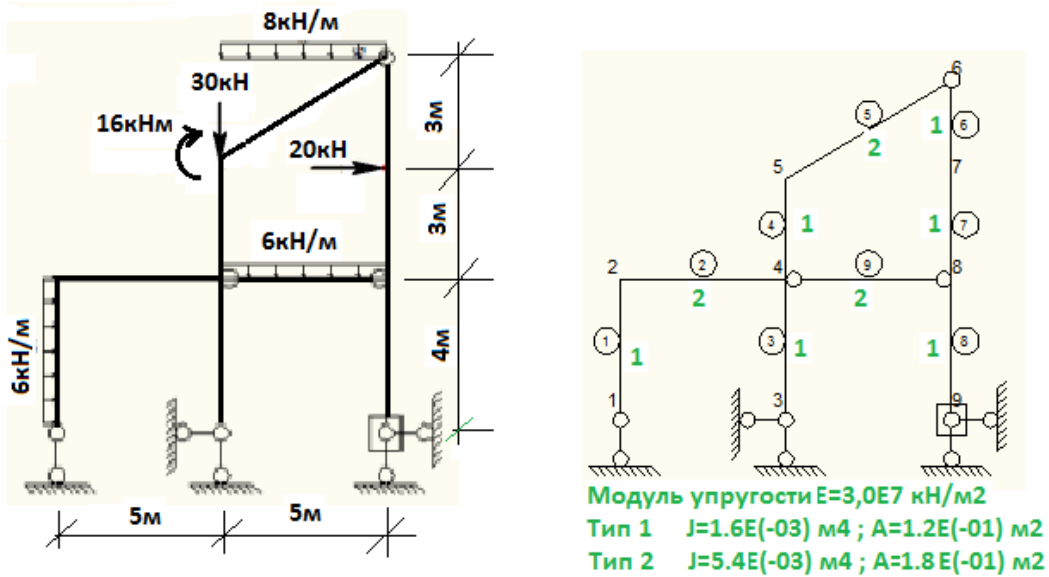

Рис.5
5. Построить эпюры изгибающих моментов, поперечных и продольных сил в раме (рис.5). Расчеты провести в ПК Лира